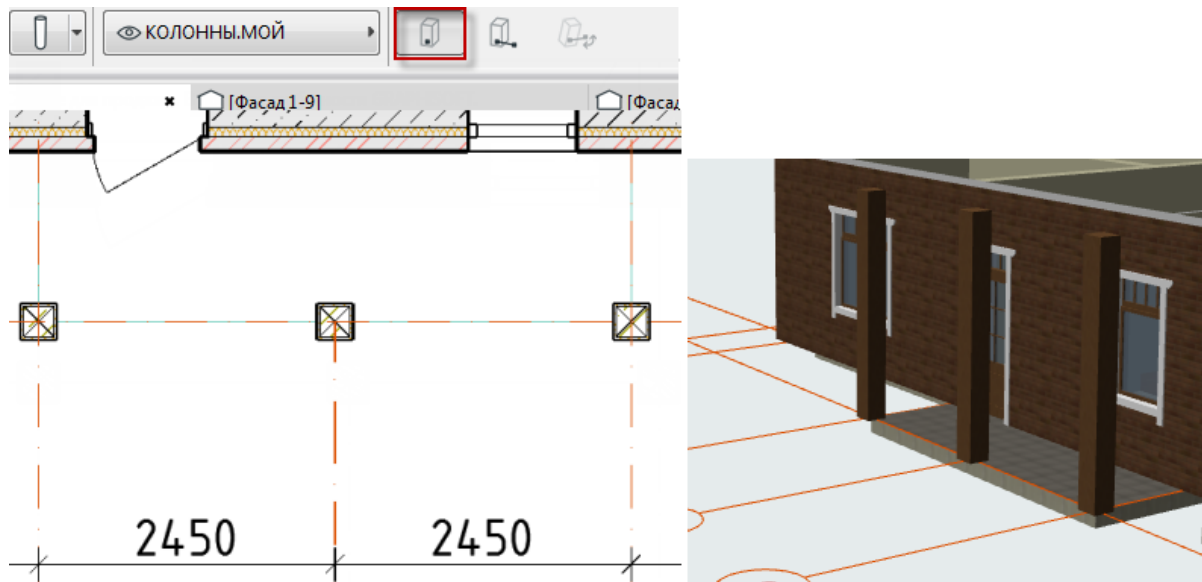

Рис. 4.13
*Вставка колонн террасы.* На информационном табло назначьте геометрический вариант вставки колонны по простому щелчку  и выполните последовательно три щелчка в точках пересечения **оси А** с **осями 5, 7 и 8** (результат вставки колонн см. на рис. 4.13).